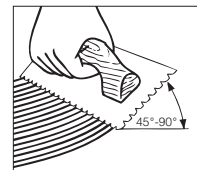

Figura 9
- Sostenga la llana a un ángulo mínimo de 45° (Figura 9) firmemente contra la base para obtener un índice de distribución de 50-60 pies cuadrados (4-5.5 metros cuadrados) por galón. La llana deja resaltes de adhesivo y muy poco adhesivo entre los resaltes. Esto aún le permitirá ver los cordeles entizados entre los resaltes y obtener el índice de distribución recomendado.